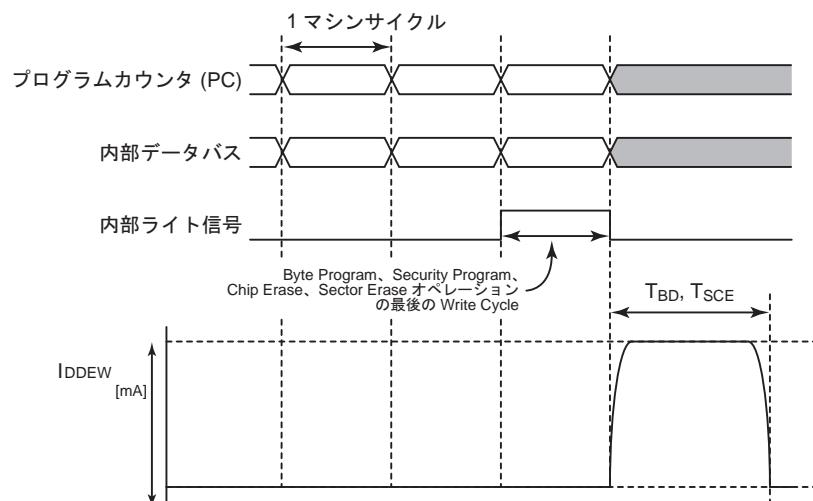

図 25-5 フラッシュメモリの消去、書き込み時の電流
- 注 8) フラッシュメモリに対して、書き込み、消去、あるいはセキュリティプログラムを行うと、瞬間に図 25-5 のようなピーク電流が流れます。